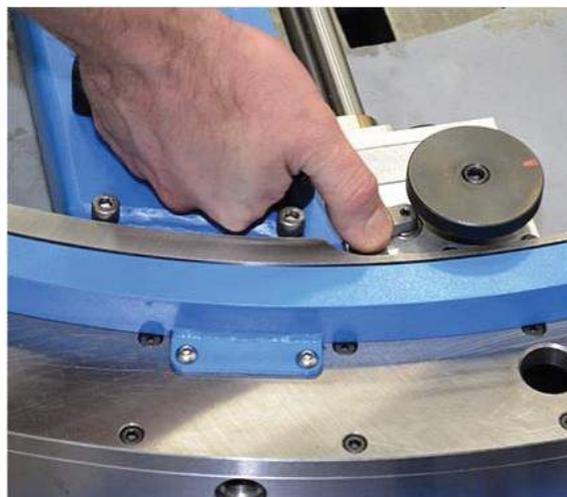

ABBILDUNG 3-21. NOCKENFREIABEHAHN BEIM EINSTECKEN FESTHALTEN (FF3600 DARGESTELLT)
4. Wenn der Vorschubnocken über dem Nockenschlitz ausgerichtet ist, legen Sie den Schlittengehäuse auf das Drehantriebslager (Abbildung 3-21).